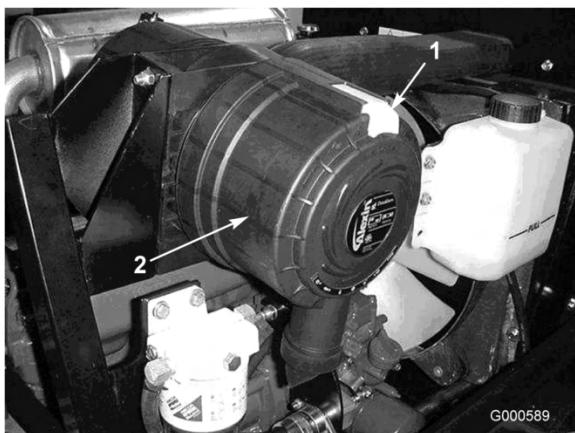

Bild 29
1. Ziehen Sie den Riegel nach außen und drehen Sie die Luftfilterabdeckung nach links (Bild 29).